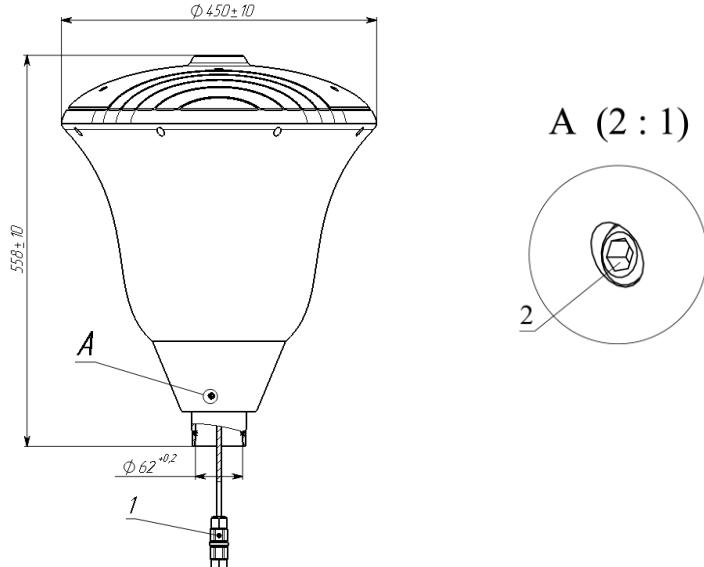

Рисунок 1.
Торшерные светильники серии GALAD Тюльпан LED (Рисунок 1) со светодиодными модулями предназначены для функционально-декоративного освещения парков, скверов, бульваров, зон отдыха, территорий микрорайонов, коттеджных посёлков.
10.1 Ослабить установочные винты (поз.2) (Рисунок 1) таким образом, чтобы концы установочных винтов были заподлицо с внутренней поверхностью основания светильника (Запрещается выворачивать полностью установочные винты), установить светильник на трубу Ø50..60мм., затянуть установочные винты (поз.2) с усилием 5...9 Н•м. (Рисунок 1)